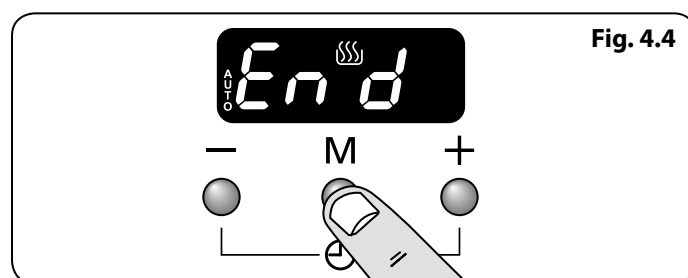

Fig. 4.4
1. Appuyer sur le bouton mode [M] 3 fois, jusqu'à ce que l'écran clignote (Fin) (Fig. 4.4).